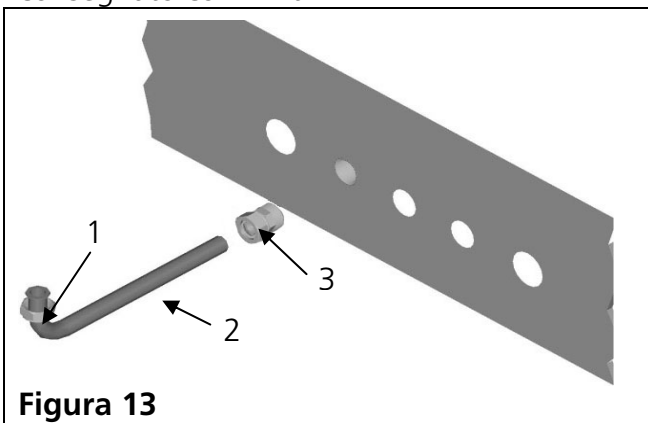

Figura 13
- Utilizzare i relativi girelli (n° 1 in Figura 13) per collegare i tubi (n° 2 in Figura 13) presenti nel kit
- Utilizzare i raccordi tipo “bicono” (n°3 in Figura 13) per collegare i tubi alle connessioni “femmina” a parete.